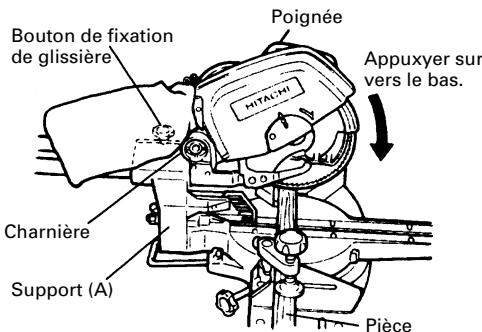

Fig. 21
- (1) Comme indiqué à la Fig. 21, la largeur de la lame est la largeur de coupe. En conséquence, glisser la pièce vers la droite (vue de la position de l'opérateur) pour obtenir la longueur b, et sur la gauche pour obtenir la longueur a.
- (2) Quand la lame a atteint sa vitesse maximale, abaisser doucement la poignée jusqu'à ce que la lame approche de la pièce.
- (3) Quand la lame touche la pièce, appuyer progressivement sur la poignée pour couper la pièce.
- (4) Quand la pièce est coupée à la longueur voulue, mettre l'outil électrique hors tension et attendre que la lame soit complètement arrêtée avant de relever la poignée en position complètement rentrée.
Glisser la charnière sur le support (A), et serrer le bouton de fixation de glissière comme indiqué à la Fig. 21.